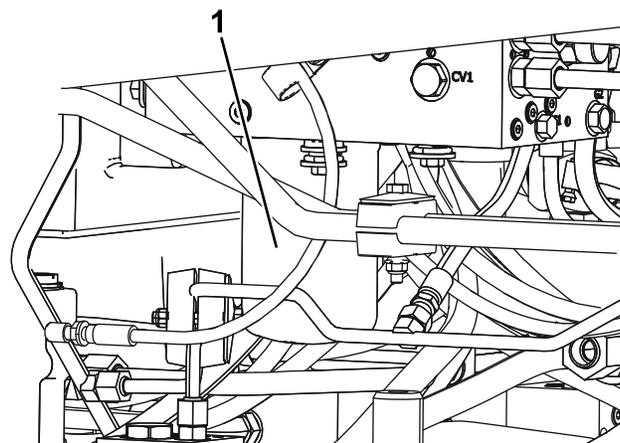

Рисунок 74
5. Повторите эту процедуру для другого фильтра (Рисунок 74).